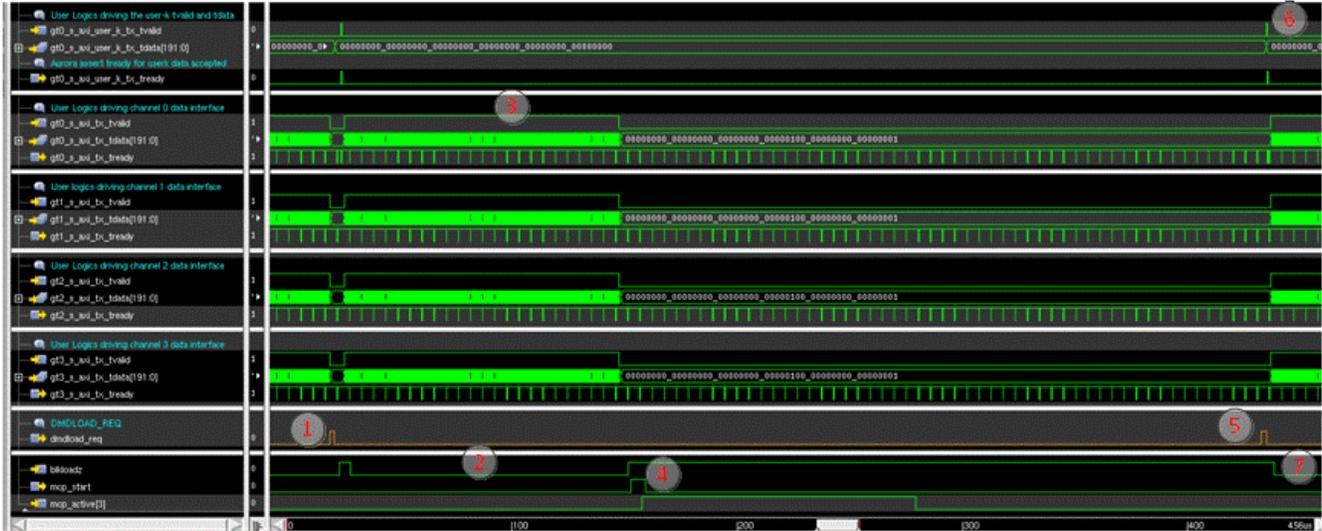

图 7-6. DMDLOAD\_REQ 延迟置为有效波形
- 发送 DMD 数据块后，APPS FPGA 没有必要立即将 DMDLOAD\_REQ 置为有效。APPS FPGA 可能会向 DLPC964 控制器发送一个 DMD 数据块，然后延迟将 DMDLOAD\_REQ 置为有效，直到系统为加载 DMD 做好准备。图 7-6 说明了该操作。